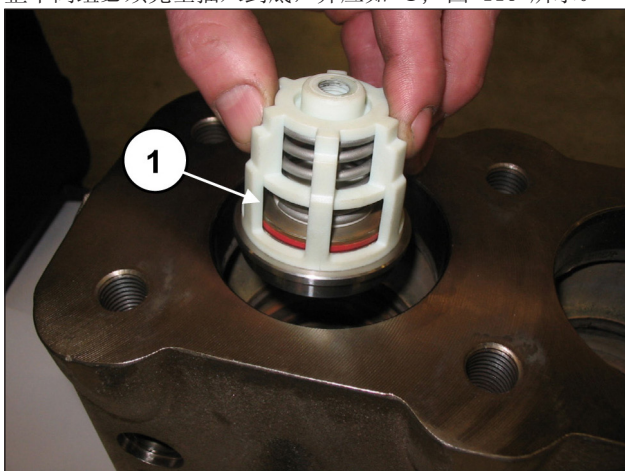
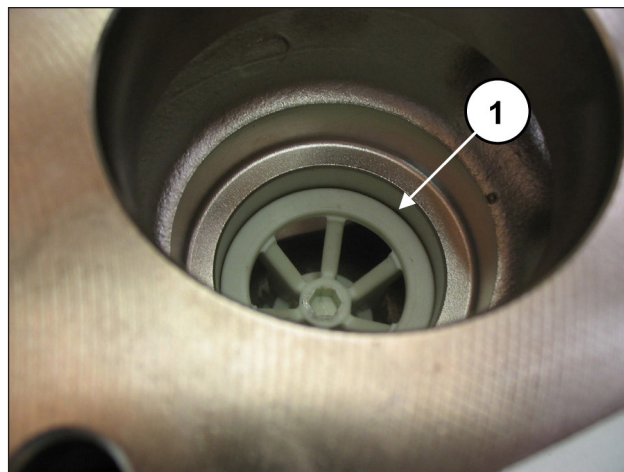

图 115
图 116
插入吸入阀组（位置①，图 115）接着拆除定距块（位置①，图 116）。
整个阀组必须完全插入到底，并应如 ①，图 116 所示。